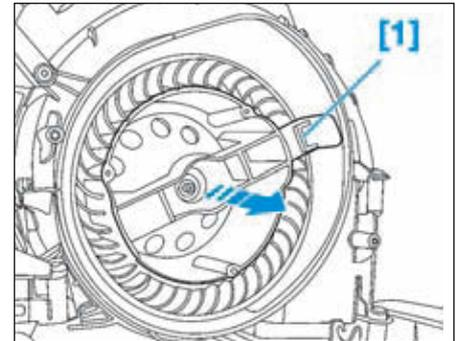

FIG.49
- Tirer l'outil [1] pour déposer la soufflante d'air d'habitacle (Fig.49).